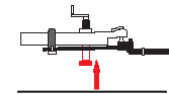

Figure 32
7. Avec les deux bras fixés, baissez le vérin, puis retirez-le complètement. (Figure 32)